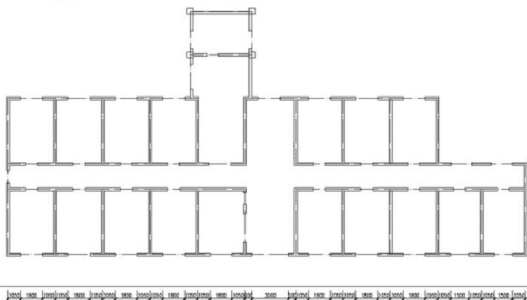

图 3.42 标注第一道尺寸线
② 在 **指定第二条尺寸界线原点或 [放弃(U)/选择(S)] <选择>:** 提示下, 用相同的方法依次向右标注, 结果如图 3.42 所示。在操作过程中, 可以使用【平移】命令调整视图, 以方便操作。